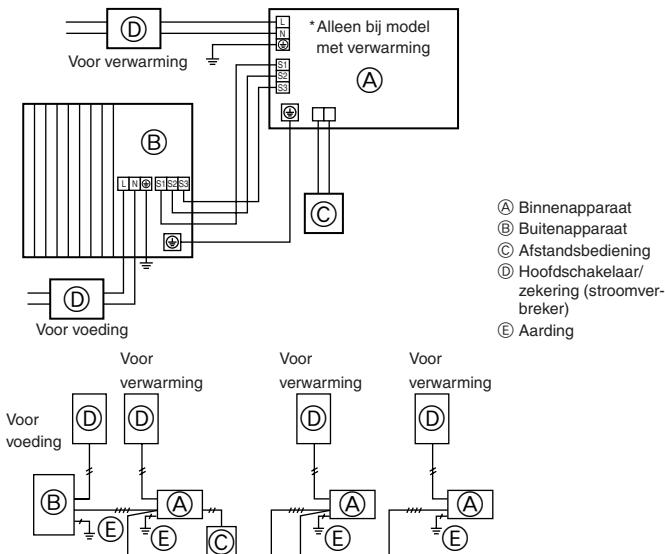

Fig. 6-1
6.1. Buitenapparaat (Fig. 6-1, Fig. 6-2)
① Verwijder het onderhoudspaneel.
② Sluit de kabels aan aan de hand van afb. 6-1 en 6-2.